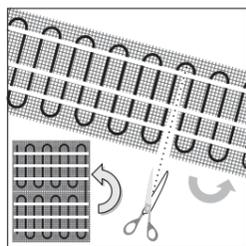

Рис. 2
- развернуть часть мата в нужном направлении и уложить на обогреваемую поверхность (рис. 2 и 3). При необходимости операцию повторить.